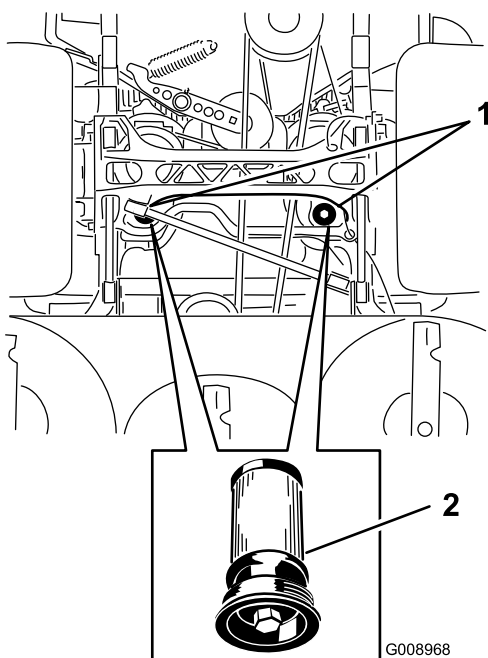

Figura 82
5. Coloque un recipiente debajo del filtro, retire el filtro usado y limpie la superficie (Figura 82).
6. Aplique una capa fina de aceite hidráulico a la junta de goma del filtro nuevo (Figura 82).